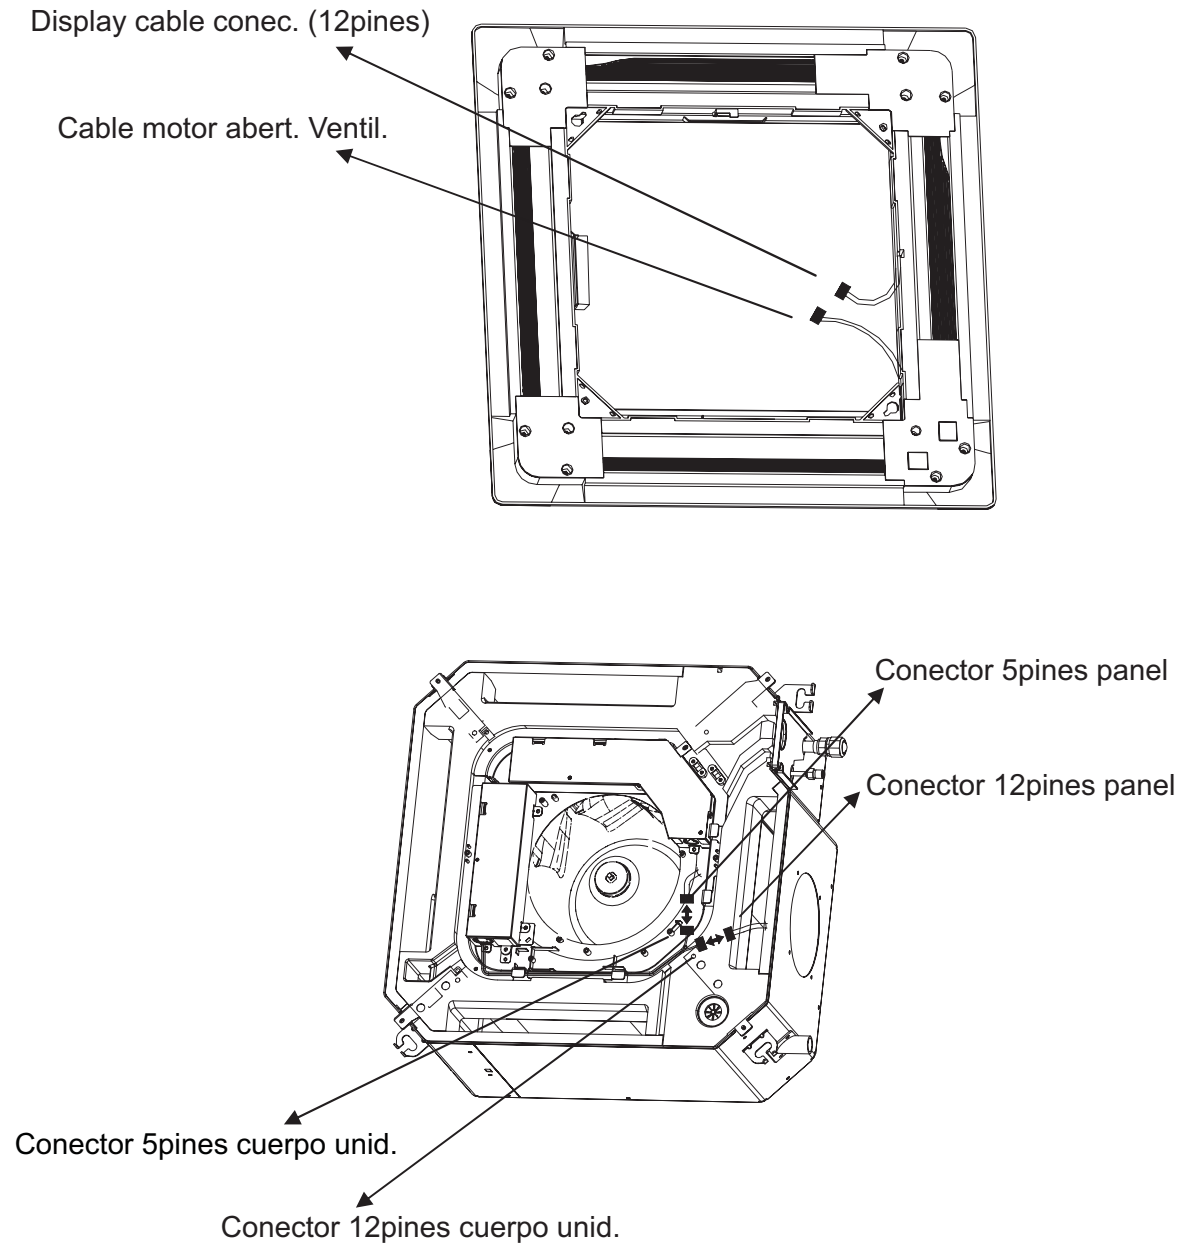

Fig.25
1. Conecte el conector de cable de 12Pines del panel del cielorraso al conector correspondiente que sale de la caja de control (Fig.25)
2. Conecte el conector de cable de 5Pines del panel del cielorraso al conector correspondiente que sale de la caja de control (Fig.25)